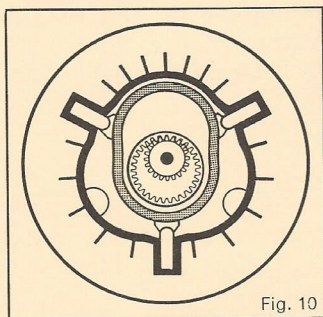

Fig. 10
L'anglais Umpleby transforme la machine à vapeur de Cooley en machine à combustion interne. Il se heurte à des difficultés d'étanchéité et de cinématique (figure 10).
*Umpleby, an Englishman, transformed Cooley's steam engine into an I.C. engine. He had trouble with problems of gas-tightness and kinematics. (Fig. 10).*
Der Engländer Umpleby wandelt die Dampfmaschine von Cooley in eine Verbrennungsmaschine um. Er stösst dabei auf Schwierigkeiten auf dem Gebiet der Dichtung und Kinematik (Abb. 10).